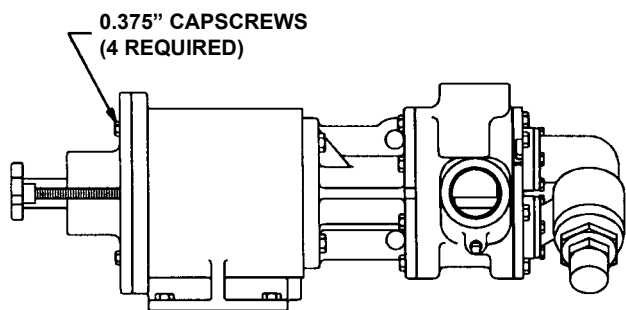

FIGURA 19
- Installare i (4) bulloni da 0.375". Far ruotare a mano la parte di albero che fuoriesce per essere sicuri che la pompa giri liberamente **Vedere Figura 19.**